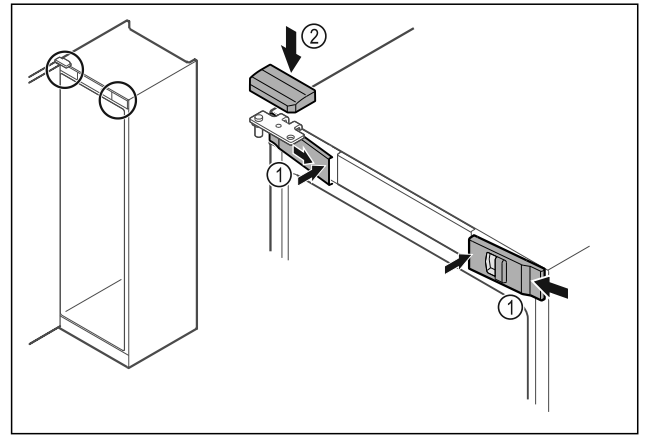

Fig. 36
- Futni nga anash kapakët mbulues të përparmë Fig. 36 (1) dhe mbërthejini nga brenda.
- Mbërtheni nga lart kapakun mbulues të sipërm Fig. 36 (2).